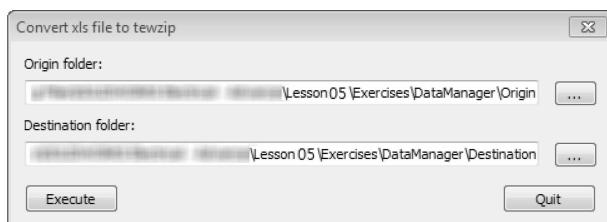

图 5-11 指定源和目标文件夹
- 步骤8 数据管理器** 启动【EwDataManagerApp.exe】，文件位于 Lesson05\Exercises\ DataManager\Bin 文件夹内。指定源和目标文件夹，如图 5-11 所示。单击【执行】，创建目标压缩文件。